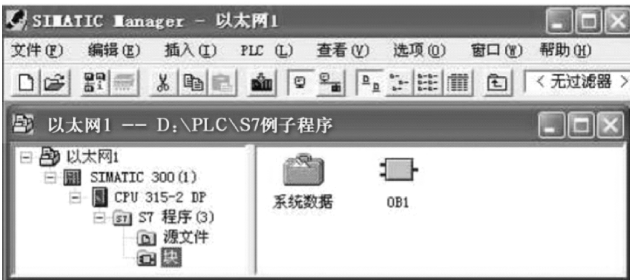

图 7-53 新建项目“以太网 1”
1) 新建名为“以太网 1”的项目，并完成 CPU 及电源的硬件组态，如图 7-53 所示。